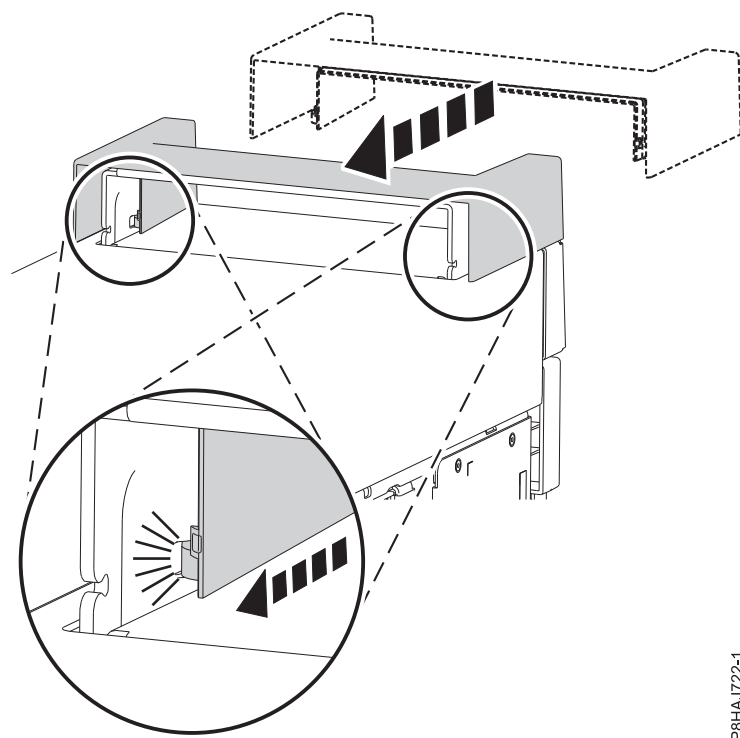

Figura 23. Fixació de la tapa de nansa en un sistema autònom 8286-41A
1. Colleu la tapa de nansa a l'estació d'acoblament RDX interna (FC EUA3) fent-la lliscar cap a la part posterior del sistema. Consulteu Figura 23.